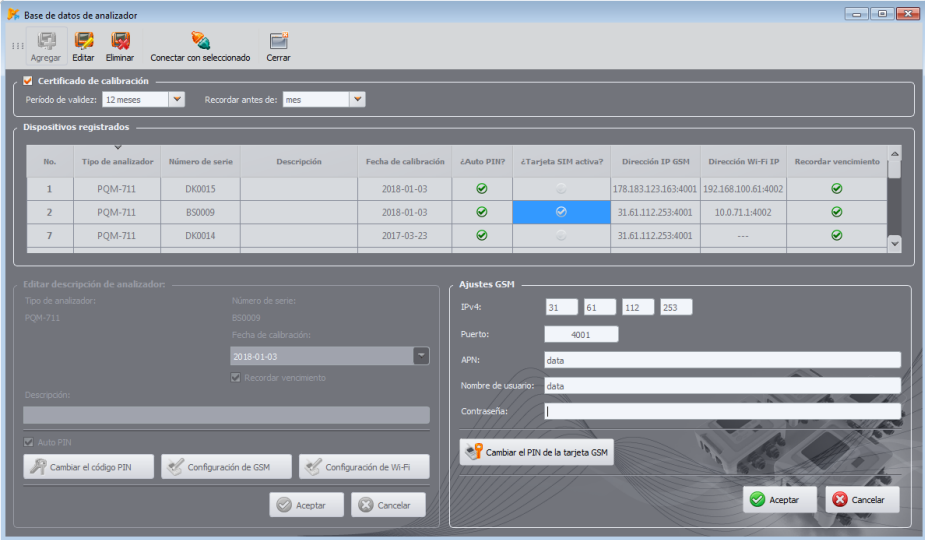

Fig. 42. Introducción de los ajustes GSM a la base de analizadores.
- Aparecerá el mensaje "*Analizador no conectado*" y al mismo tiempo se mostrará el panel de ajustes GSM en modo offline, lo que permite introducir la dirección IP del analizador (Fig. 42).